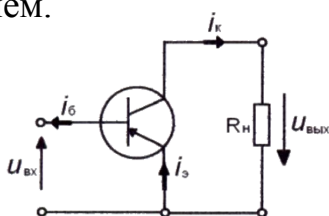

Рисунок 6 – Схема с общим эмиттером.
**Схема с общим эмиттером.** Наиболее часто используют схему с общим эмиттером (рисунок 6), с помощью которой возможно осуществлять усиление по току, напряжению и мощности наибольшее по сравнению с другими схемами включения транзистора. Эта схема характеризуется незначительным входным сопротивлением.